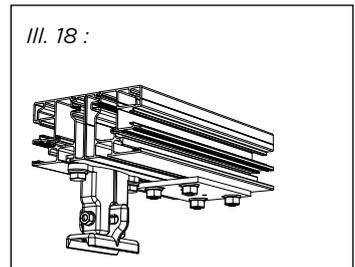

Abbildung 18:
- Falls die Stütze links oder rechts auf der Führungsschiene platziert wird, erfolgt die Verbindung unabhängig von der Stütze durch Anbringen der Verbindungsplatte hinter der Stütze. (Abb. 18)